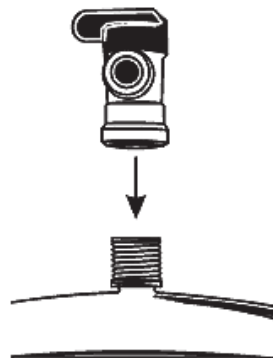

Рис. 11
2. Подсоедините шаровый кран бака к вершине накопительного бака (см. **рис. 11**). Во избежание повреждения крана не прилагайте больших усилий при его накручивании рукой.